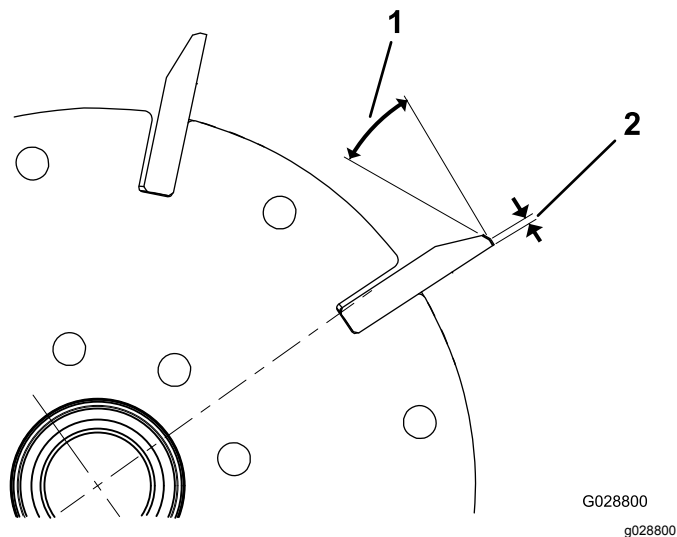

图 24
1. 对所有滚刀棱面进行 30° 铲磨直至棱面宽度达到 1.3mm 图 24。